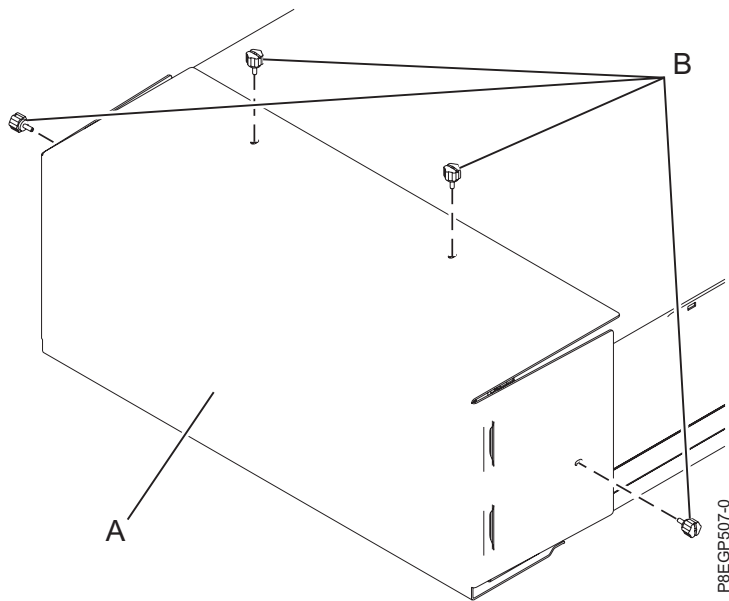

Abbildung 7. Transportabdeckung ausbauen
2. Entfernen Sie die vier Rändelschrauben (**B**), mit denen die Transportabdeckung (**A**) an der Rückseite des Einschubs befestigt ist (siehe Abb. 7). Bauen Sie die Transportabdeckung aus.